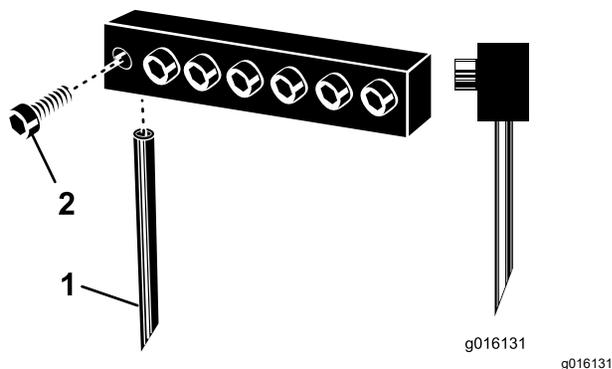

Рисунок 30
3. Выверните зажимные болты и снимите использовавшиеся ранее зубья (Рисунок 30).
**Примечание:** Полые зубья устанавливайте так, чтобы паз для выброса грунта находился сзади. Сплошные зубья устанавливайте так, чтобы угол среза зуба был обращен к машине (Рисунок 30).